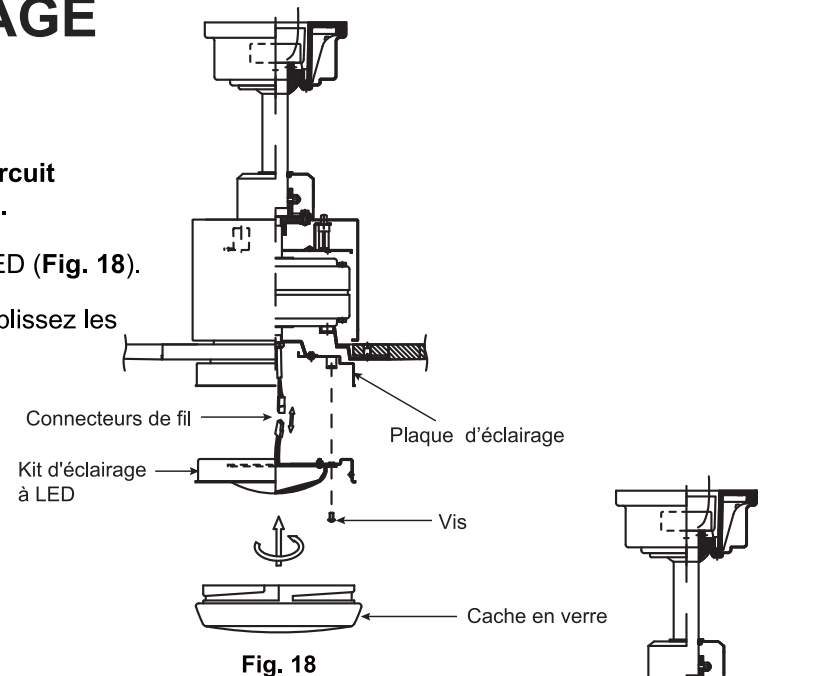

Fig. 18
Étape 1. Desserrez les trois vis de montage à l'intérieur du kit d'éclairage à LED (**Fig. 18**).
Étape 2. Maintenez le kit d'éclairage LED sous le moteur du ventilateur et établissez les connexions des fils : (**Fig. 18**).
Étape 3. Rentrez soigneusement les connexions dans la plaque lumineuse. Placez les trous en forme de serrure sur le kit d'éclairage à LED sur les 2 vis précédemment desserrées de la plaque d'éclairage et tournez ensuite le kit d'éclairage jusqu'à ce qu'il s'enclenche au niveau de la section étroite des trous en forme de serrure. Fixez en serrant les trois vis (**Fig. 18**).
Étape 4. Soulevez le cache en verre contre le kit d'éclairage et le tourner dans le sens des aiguilles d'une montre jusqu'à ce qu'il soit bien ajusté. NE PAS SERRER EXCESSIVEMENT. (**Fig. 18**).